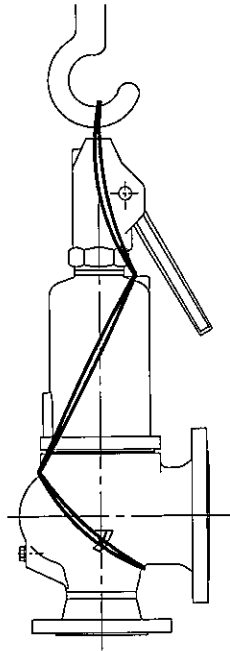
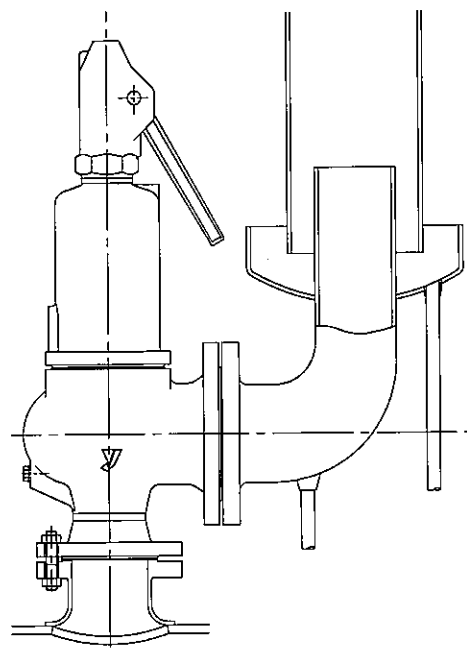

图 2
图 3
- (1) 在安装产品之前, 请确认在运输过程中是否产生损伤等。请将法兰连接面充分清洗干净, 并尽可能清除污垢。另外, 在安装产品之前, 请对配管内部进行充分清洗, 将垃圾、污垢等清除干净。
- (2) 在抬起产品时, 请如图2所示用绳索将阀箱No.1和阀帽No.16捆绑起来。请不要使用手柄No.21部分进行抬起。
- (3) 产品的安装姿态请安装为阀帽 No.16 在上侧的垂直姿态。并请设置在设置后卸下连结手柄 No.21 和阀箱 No.1 的铁丝, 使手柄能够转动。
- (4) 在安全阀的配管有法律限制时, 请使用符合该条件的配管。请使用能够保证安全阀泄压量充分流过的配管, 万一泄压管为共用时, 其通道面积请大于应设置在各个安全阀上的泄压管通道面积的总和。另外, 配管的弯曲应是流畅的, 如有可能积存冷凝水或雨水, 请在能排出它们的位置设置排泄口。
- (5) 出口侧配管请实施适当的支撑, 以避免排泄时的反作用力。
- (6) 用于高温流体时, 请设置出口侧配管, 以免因装置自身的热膨胀及安全阀泄压的热作用所产生的泄压管伸缩等不当的应力作用在安全阀上(参照图3)。
- (7) 请对配管实施切实的支撑和固定。